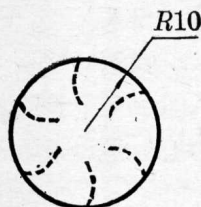
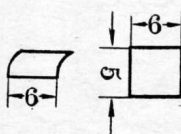
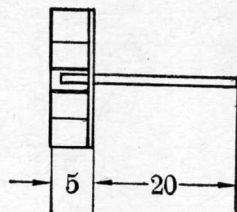

图 1
图 2
图 3
用铁皮箍把吸蚊圆筒箍在柄座上, 并在柄上装上电池和开关, 即成吸蚊器(图 1)。
1. 制叶轮 i. 在马口铁皮上画一半径为 10 毫米的圆，并照图 1 把圆画成六等分。这些等分线就是装轮叶的位置。
iii. 剪取 5×6 (毫米)² 马口铁皮六小块,照图2的样子弯成瓦片状,作为轮叶,然后把六片轮叶按图 1 圆片中虚线所示的位置,一一焊牢。轮叶也必须与圆片垂直。叶轮做好后,就象图 3 的样子。